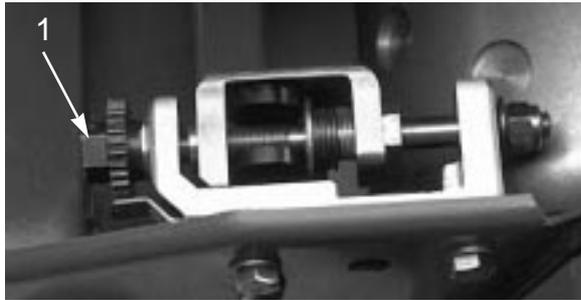

図 11
2. 下刃調整ネジ（図11または図12）を左に回して、リールと下刃の接触をなくす。
4. リール前面の左右いずれかの端を選び、リールと下刃の間に新聞紙片を差し入れる（図13）。リールをゆっくり前回転させながら下刃調整ネジを締め（新聞紙を入れた側の調整ネジを、1目盛りずつゆっくりと）下刃と平行に新聞紙を差し入れた時（リールの前から新聞紙が入ってくる時）にリールと下刃にかかるく挟まれる（手で引き抜ける程度）ように調整する（図11または12）。